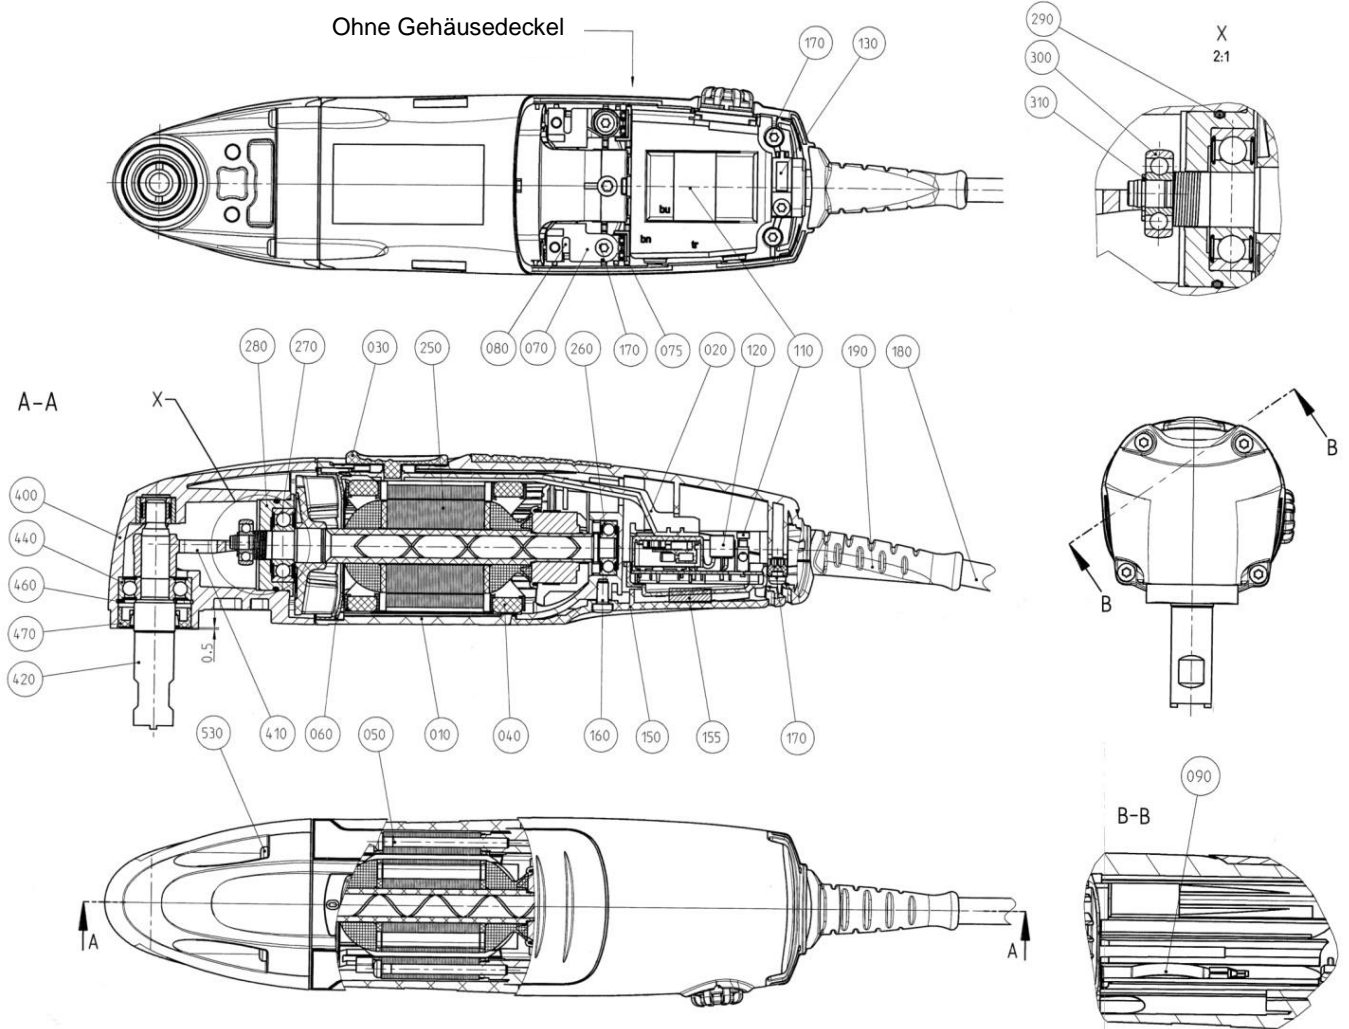
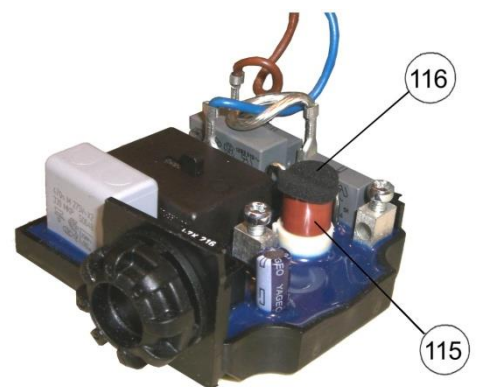

Abbildung 7:
Abbildung 9:
- Bei Überlastung des Motors wird das Gerät automatisch ausgeschaltet. Die Sicherung (siehe S. 11, Abbildung 9, Pos 115) befindet sich auf der Elektronikplatine (siehe S. 11, Abbildung 7, Pos 110) und lässt sich nach Aufschrauben des Gehäuses mit wenigen Handgriffen auswechseln.